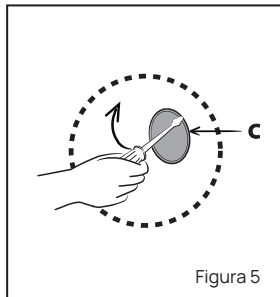

Figura 5
- Cuando retire los tapones "C" (para colocar los anclajes en caso de eventuales transportes) utilice una herramienta para liberar las trabas del tapón. Ver figura 5.